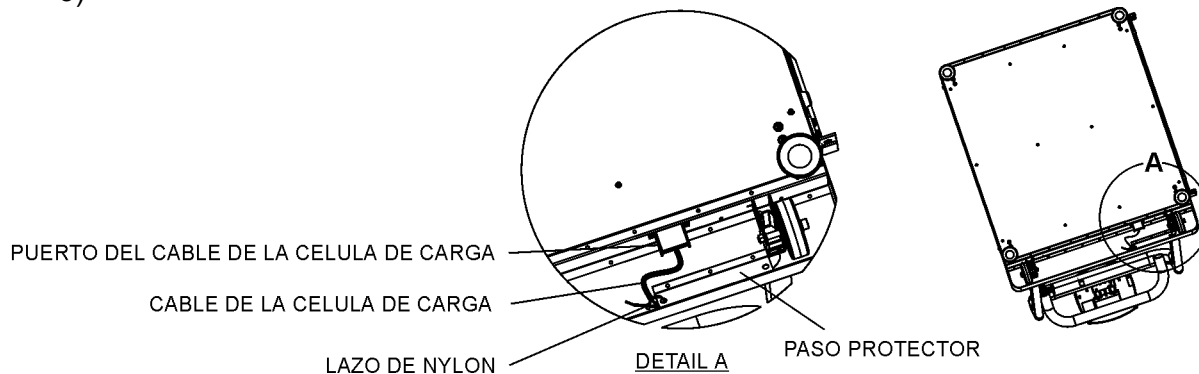

Figura 3
- Pase el cable de la célula de carga a través del paso protector cerca de la rueda y hacia fuera a través del lazo de nylon. Apriete el lazo de nylon. Enchufe el conector del cable en el puerto del cable de la célula de carga en la parte posterior de la plataforma. (ver Figura 3)